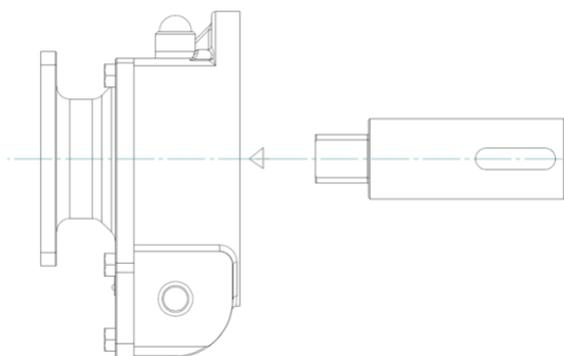

Figura 4: Montagem do eixo de transmissão ao redutor ILG/S
7. Recomenda-se o uso de uma junta entre o flange da válvula e o redutor. Coloque o eixo de transmissão da parte inferior do redutor (ver figura 4). O tamanho e a forma das conexões do eixo de transmissão e do redutor podem diferir da figura 4.